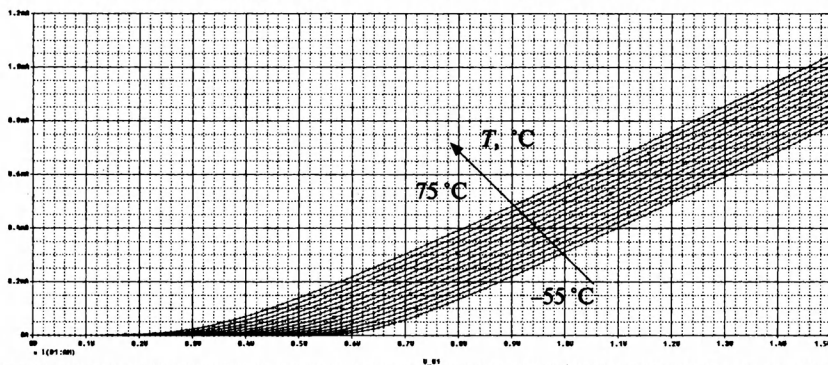

Рис. 14.4. Графики ВАХ цепи с диодом
3. Выполняем моделирование и в окне Probe выбираем *Trасе > Add Trасе* и устанавливаем ток анода  $I[D1:AN]$ . Вольт-амперные характеристики для разных температур показаны на рис. 14.4.